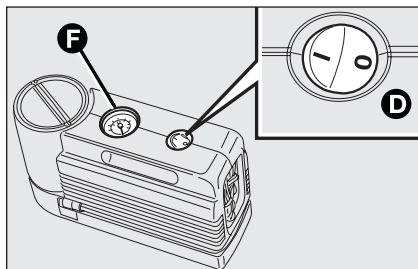
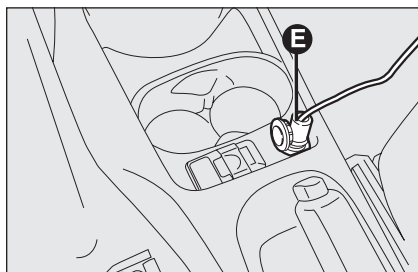

fig. 14
fig. 15
- asegurarse de que el interruptor **D-fig. 14** del compresor esté en posición 0 (apagado), poner en marcha el motor, conectar el enchufe **E-fig. 15** en la toma de corriente y accionar el compresor llevando el interruptor **D-fig. 14** a la posición I (encendido). Inflar el neumático de acuerdo con la presión indicada en el apartado “Presiones de inflado”, en el capítulo “Características técnicas”.
- Para obtener una lectura más precisa, se recomienda controlar el valor de la presión en el manómetro **F-fig. 14** con el compresor apagado;